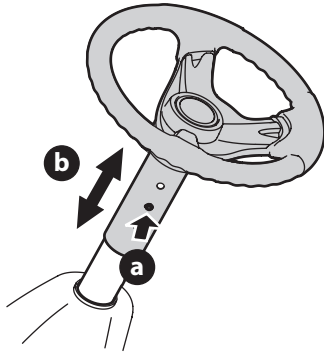

Figura 6
- Pulse el botón (a) de la columna de la dirección y eleve o baje el volante (b) hasta la posición deseada (Figura 6).
NOTA: después de lograr la posición deseada, levante y baje el volante para comprobar que se trabe en su lugar y que el botón (a) de la columna de la dirección se suelte para quedar trabado. No opere esta unidad a menos que la columna de la dirección esté en la posición en que queda trabada (Figura 6).